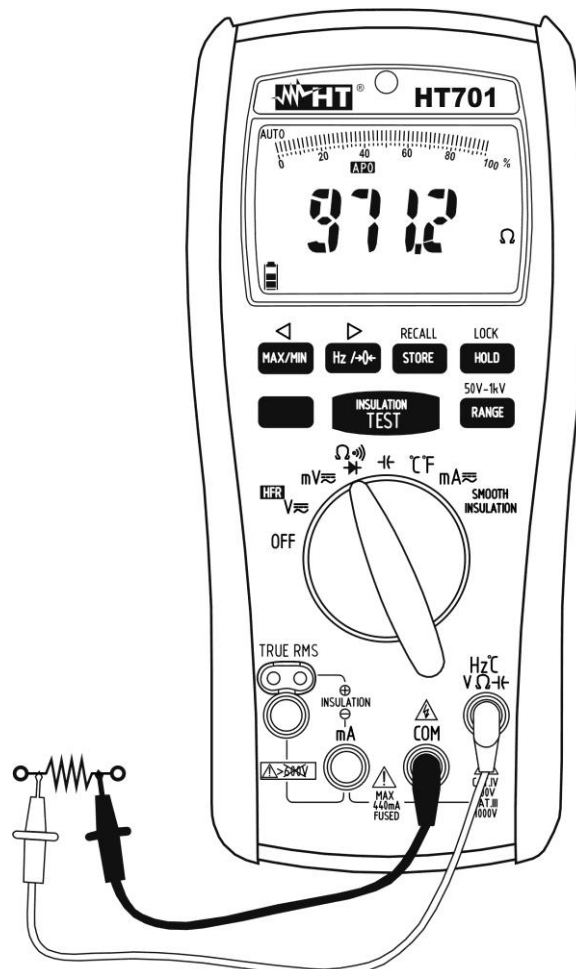

Fig. 6: Uso dello strumento per misura di Resistenza e Test Continuità
3. Inserire il cavo rosso nel terminale di ingresso **Hz°CVΩ** e il cavo nero nel terminale di ingresso **COM** (vedere Fig. 6)